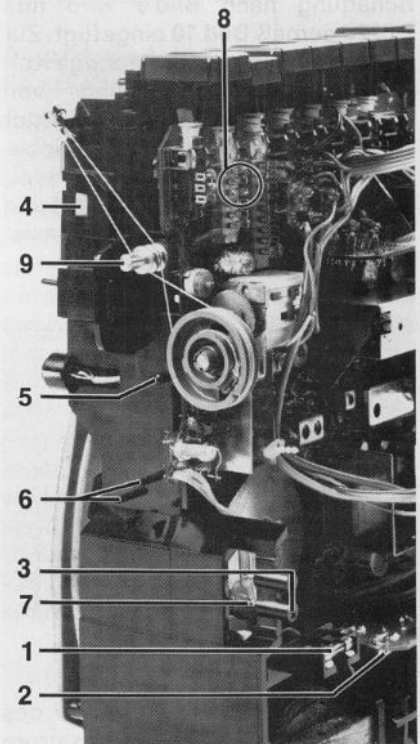
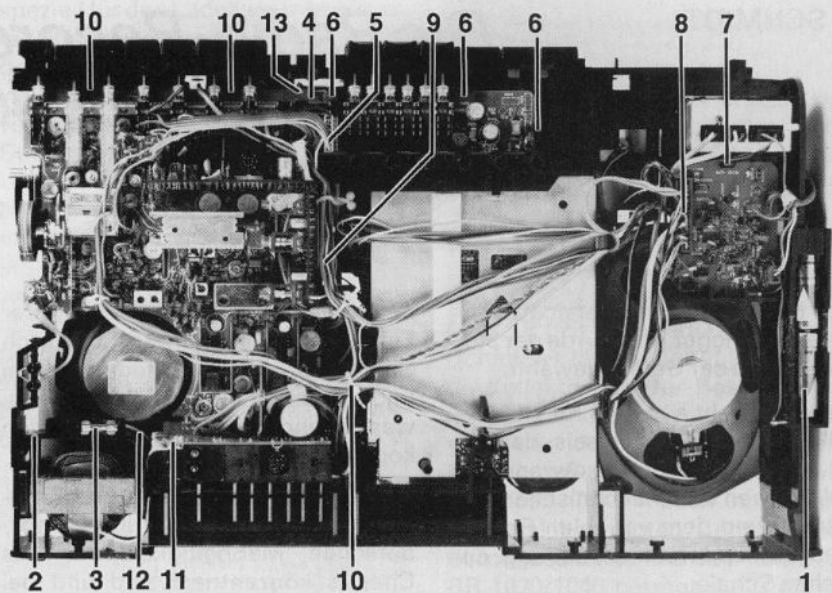

Bild 2 Seitenansicht des Montagerahmens
Bild 3 Rückansicht des RR 1040
ter erläutert). Teleskopantennen-Steckerverbindung auf der HF/ZF/NF-Platte ziehen und Rückwand abheben. In diesem Zustand können die Primärsicherung (Feinsicherung T 125 mA), die Sekundärsicherung (Feinsicherung T 1,6 A – Bild 2 –) und die Mignonbatterien (für Uhrenbaustein bei RR 1020/1040 – Bild 3 –) gewechselt werden.
knopf und der Seitenmitte auszugleichen, ist die Antriebswelle (Bild 2) im Montagerahmen schwimmend gelagert. Im Gehäusevorderteil ist eine Kunststofflagerbuchse eingeschnappt, welche den Senderwahlknopf mit seiner Hohlwelle mit geringstmöglichem Spiel aufnimmt. Bei Aufsetzen des Vorderteils finden Hohlwelle des Antriebsknopfes und Antriebswelle zueinander. Montagetoleranzen werden durch die schwimmende Lagerung weitgehendst aufgefangen.
Der Netztrafo ist in zwei Gummischalen gelagert. Er wird von hinten in das Chassis eingeschoben und durch eine Hakenspanne (Bild 3) festgehalten. Diese Hakenspanne trägt auch die Kontaktfedern zur Aufnahme der Sekundärsicherung (Bild 3 links unten).
Die Speicherplatte trägt das 6fach-Abstimmpotentionmeter und das 6fach-Drucktastenaggregat für die Festsender-Einstellung (nicht bei RR 800). Bei der Montage der Speicherplatte im Rahmen wird das 6fach-Drucktastenaggregat zwangsläufig mit dem 7fach-Drucktastenaggregat gekuppelt. Bei Demontage 8fach-Steckverbindung, von der HF/ZF/NF-Platte kommend, trennen und 3 Schnapphaken lösen (Bild 3).
Bei den Geräten RR 1020 und RR 1040 ist die Zählerplatte durch Schnapphaken gesichert (**Bild 3**).
Diese Platte trägt alle zum Betrieb des Zähler- und Uhrenbausteins erforderlichen elektronischen Bauteile und ist mit einer 16fach-Steckverbindung (**Bild 3**) mit der HF/ZF/NF-Platte und mit zwei 2fach- und einer 3fach-Steckverbindung mit dem Zählerbaustein sowie einer 3fach-Steckverbindung mit dem Uhrbaustein verbunden.
- a) an der Speicherplatte (8fach – nicht bei RR 800) **Bild 3**
- b) am Laufwerkbaustein (8fach) **Bild 3**